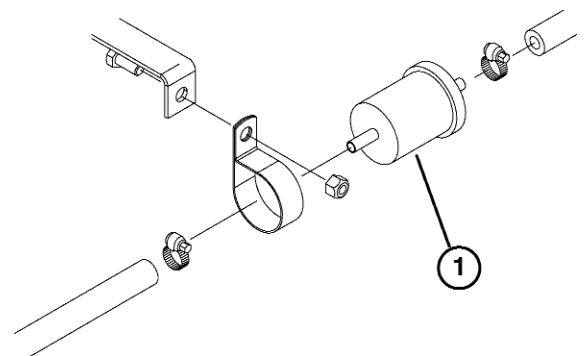

Bild 27
Tauschen Sie den Kraftstoff-Vorfilter (Bild 27), der sich zwischen dem Kraftstofftank und der Kraftstoffpumpe befindet, alle 400 Betriebsstunden oder mindestens einmal jährlich aus.
1. Klemmen Sie beide Kraftstoffleitungen am Kraftstofffilter ab, so dass beim Entfernen der Leitungen kein Kraftstoff ausströmen kann (Bild 27).